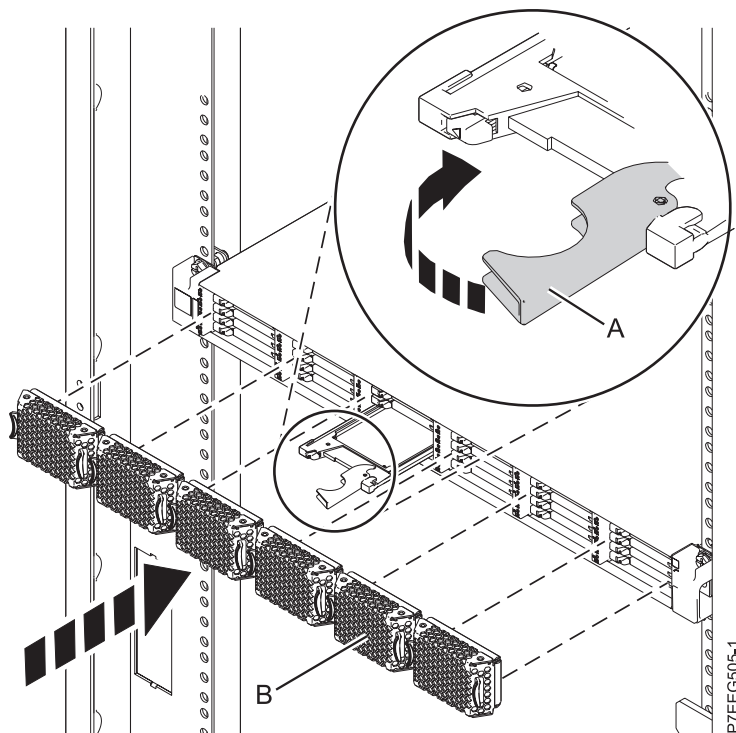

Figura 3. Instalación de una unidad de estado sólido en Alojamiento de almacenamiento PCIe de EDR1
1. Con el asa en la posición de desbloqueo, alinee la unidad de estado sólido con los rieles de guía del alojamiento. Consulte Figura 3 en la página 11.